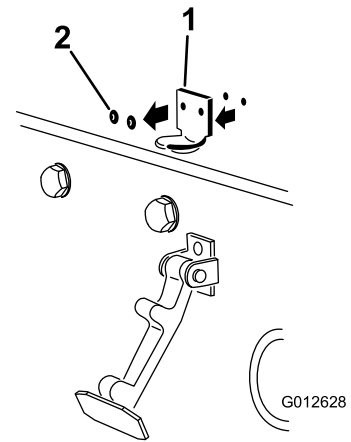

Bild 4
2. Entfernen Sie die zwei Nieten, mit denen die Halterung des Motorhaubenriegels an der Motorhaube befestigt ist (Bild 4).